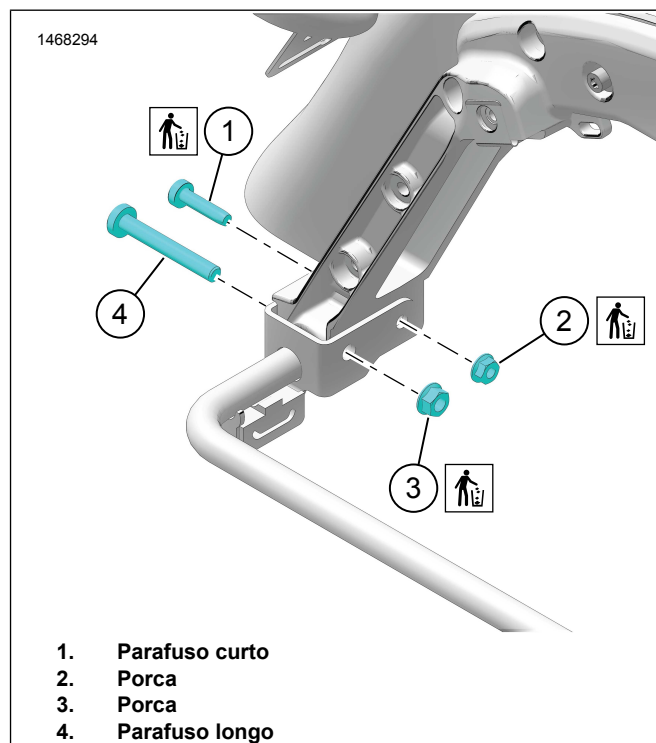

Figura 1. Remoção de ferragens
2. Figura 1 Remova o parafuso curto (1) e a porca (2). Descarte as ferragens.
3. Remova o parafuso longo (4) e a porca (3). Descarte a porca.